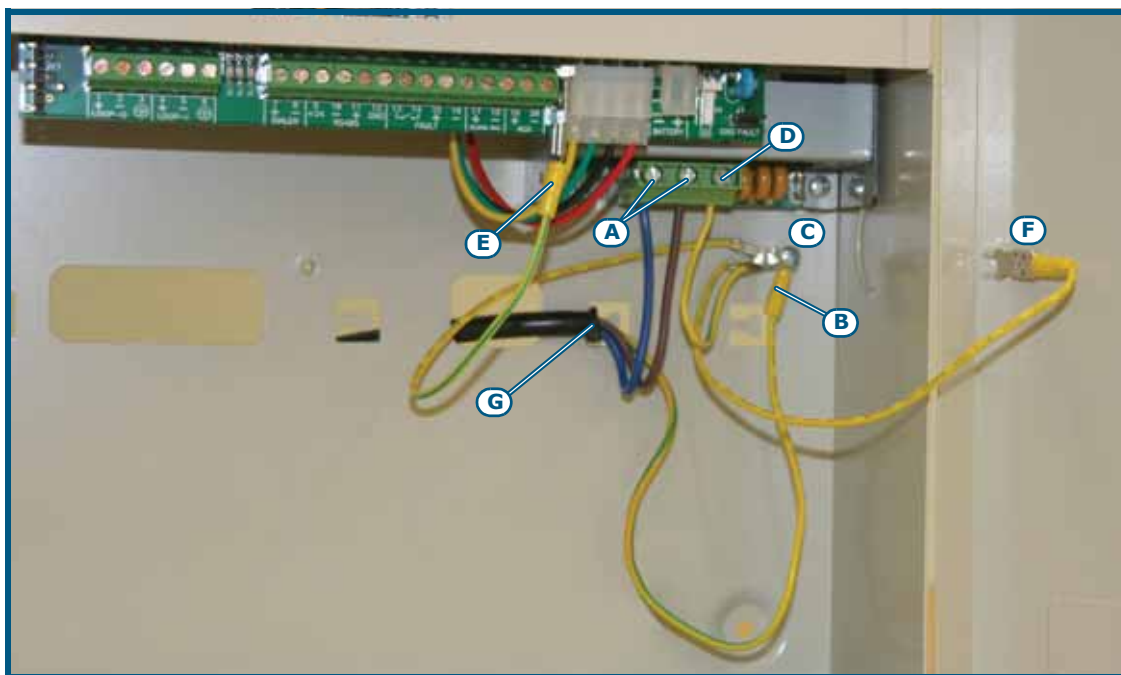

Figura 23 - Conexión de tierra
1. Conectar la alimentación de red a los terminales del módulo alimentador (*Figura 6 - Alimentador switching, [A]* y *Figura 23 - Conexión de tierra, [A]*).